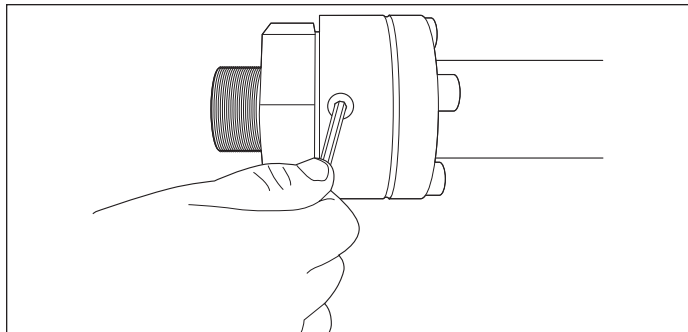

Figure 21-9
8. Répétez les procédures d'installation du capteur de carburant et du boîtier du capteur de carburant si un autre détecteur est installé sur le raccord d'extrémité opposé. Si un seul capteur de carburant est utilisé, assurez-vous que le bouchon secondaire DoubleTrac® de l'extrémité opposée du raccord est installé et serré (Figure 21-9).